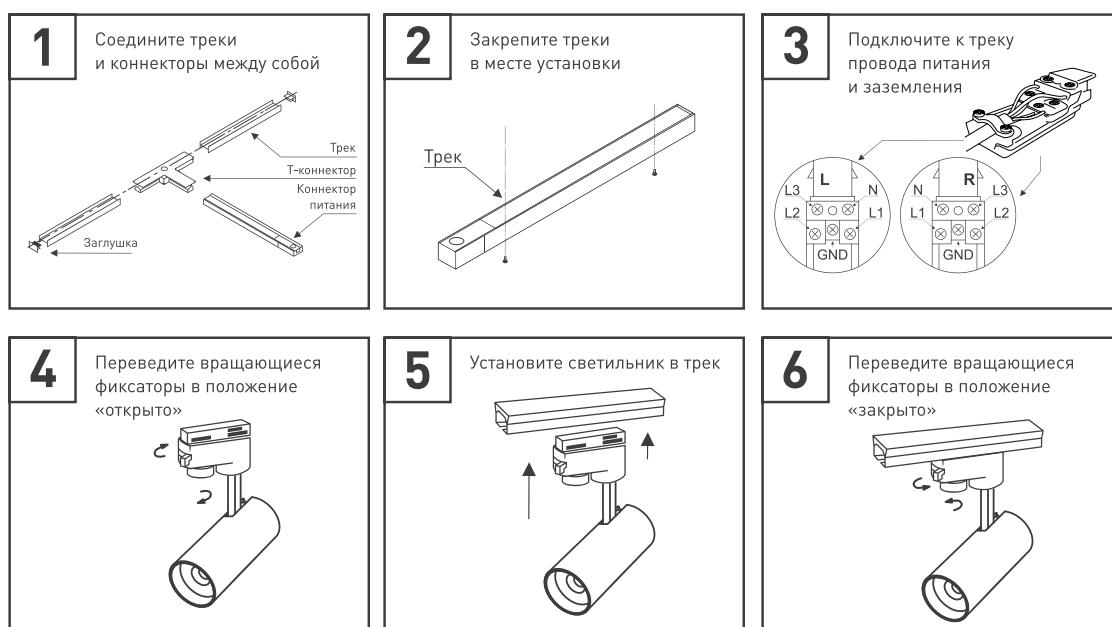

Рис. 2. Установка светильника в трек
- ↗ На коннекторе питания открутите винт и снимите крышку. Подсоедините провода, подводящие питание, к винтовым клеммам согласно рис. 2. Используйте 5-жильный кабель. Обязательно подключите защитное заземление к клемме GND.